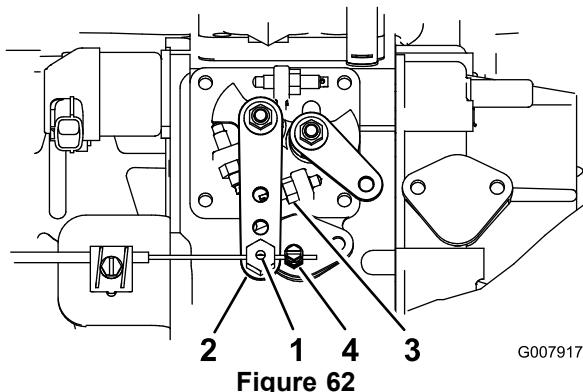

Figure 62
- Desserrez la fixation du câble d'accélérateur sur le bras du levier de la pompe d'injection (Figure 62).
- Maintenez le bras de levier de la pompe d'injection en appui contre la butée de régime maximum de marche à vide (Figure 62).